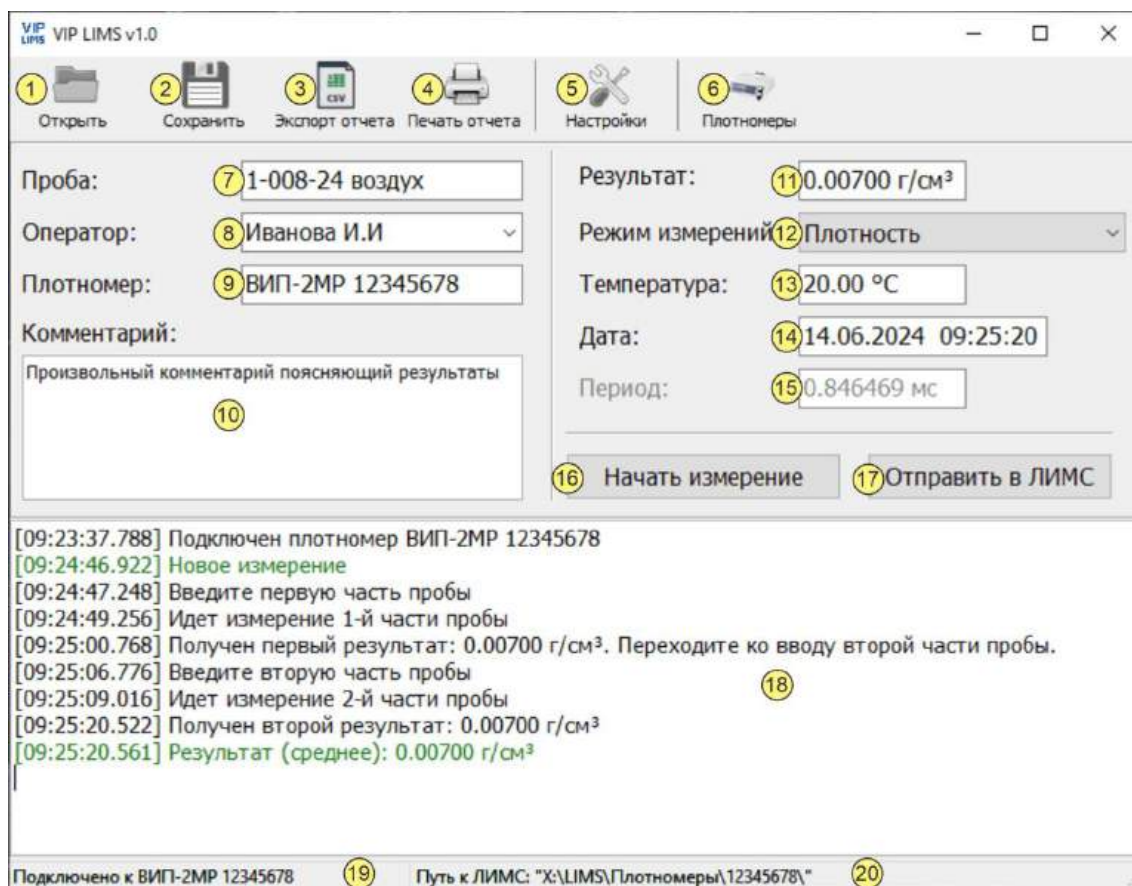
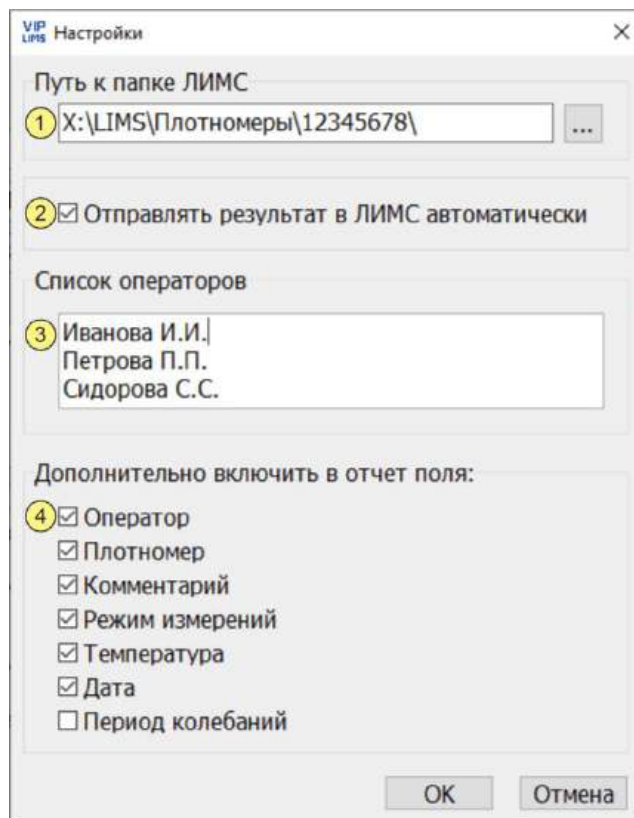
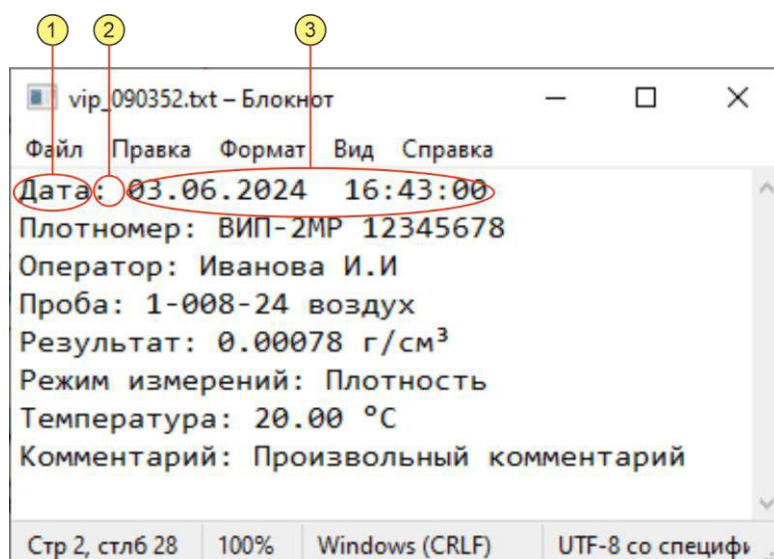

Рисунок 1 — Главное окно программы
Рисунок 2 — Настройки программы
Рисунок 3 — Файл результатов
2.2.1 Для запуска окна с настройками программы, нажать кнопку 5 (рисунок 1).
- 2 - флаг автоматической передачи результатов в ЛИМС. Если отмечен, то по окончании измерения программа автоматически передаст результаты в ЛИМС. Если сброшен, то передача результатов в ЛИМС осуществляется кнопкой 16 (рисунок 1);
- 3 - предварительно заполненный список имен (идентификаторов) операторов. Позволяет быстро выбирать оператора из выпадающего списка 8 (рисунок 1);
2.3.1 Чтобы открыть ранее сохраненный файл с данными полей 7–15 (рисунок 1), нажать кнопку 1 или комбинацию клавиш **Ctrl+O** и, в открывшемся диалоговом окне, указать имя файла.
К компьютеру может быть подключено несколько плотномеров, но программа может работать только с одним из них. Чтобы выбрать плотномер, выполнить (см. рисунок 1):
- 3 - заполнить необходимые поля 7–10 (рисунок 1) соответствующими данными;
- 6 - по окончании измерения программа автоматически заполнит поля 11–15 результатами. Если флаг 2 (рисунок 2) отмечен, то программа сформирует файл отчета и сохранит его в папке ЛИМС;
- 7 - при необходимости распечатать отчет, нажать кнопку 4 (рисунок 1);
2.6.2 Передача отчета в ЛИМС осуществляется автоматически по окончании измерения, если отмечен флаг 2 (рисунок 2), либо вручную по нажатию кнопки 17 (рисунок 1).
3.1.3 Файл состоит из строк. Каждая строка соответствует одному из полей 7–15 (рисунок 1) и состоит из названия поля, разделителя и значения поля (см. рисунок 3).
3.1.4 В файле присутствуют обязательные поля («Проба» и «Результат»), а также те поля, для которых отмечены флаги 4 (рисунок 2).